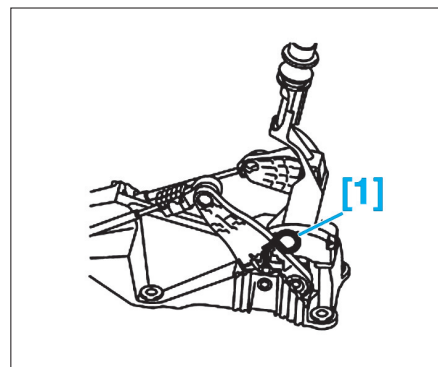

Fig. 8
- Mettre en place l'outil [1] (Fig.8).